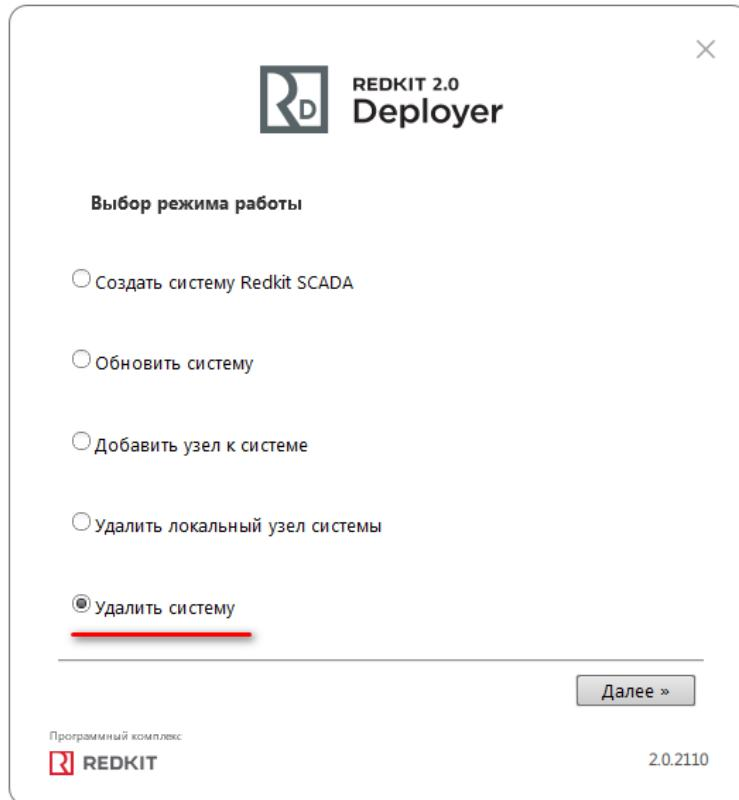

Рисунок 223 - Удаление системы
2. Выберите соответствующий режим (Рисунок 223). Нажмите **Далее**.